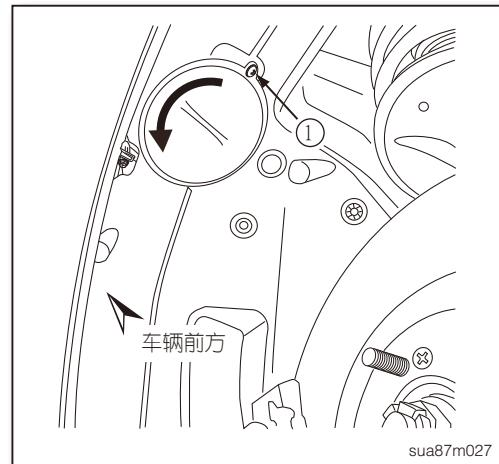

图 3
1. 拆下前轮叶子板护盖上的固定扣①，然后以逆时针方向旋开饰盖(如图3)。